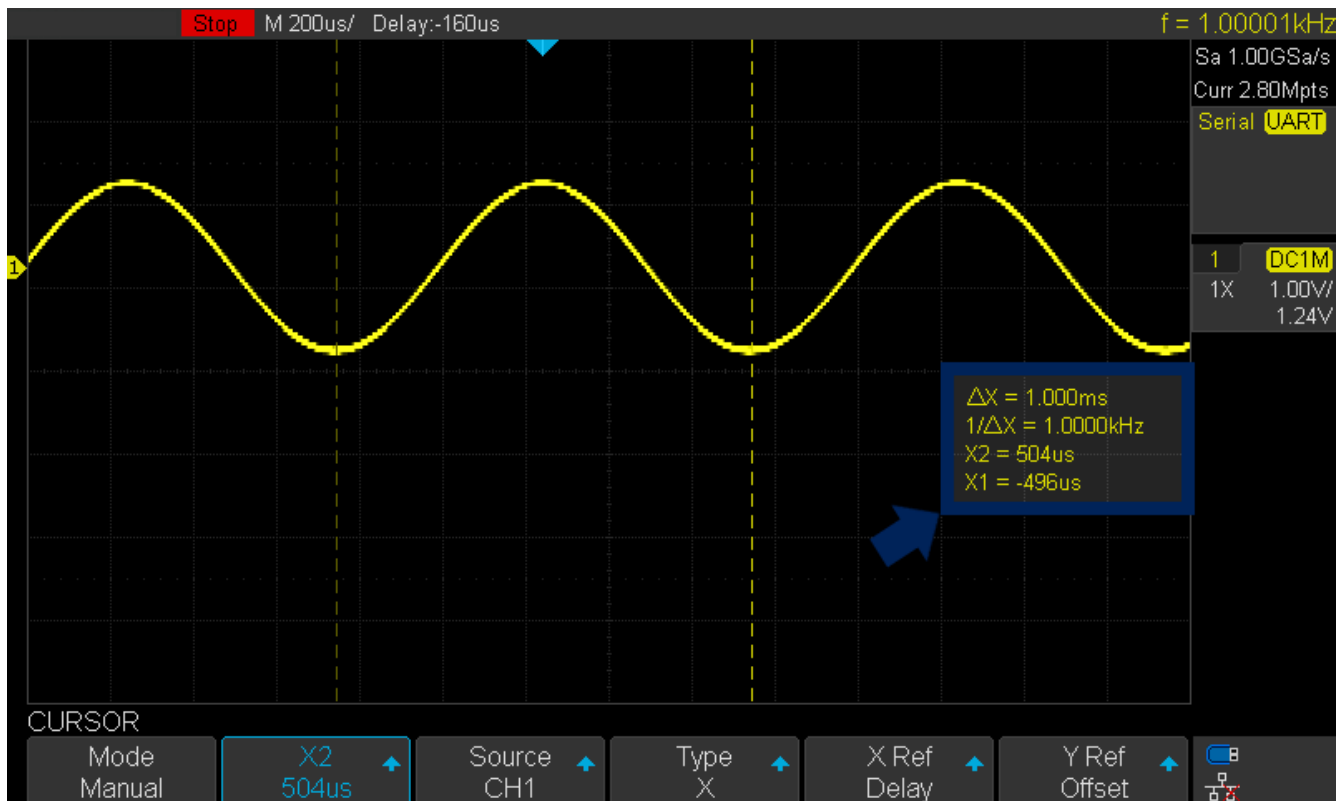

Figure 10.1 Curseurs sur l'axe X
Utilisez le **bouton universel** pour régler les valeurs de curseur X1 et X2. Les valeurs sont affichées dans la zone des curseurs avec la différence entre X1 et X2 (T) et 1/T. (Voir figure 10.1)